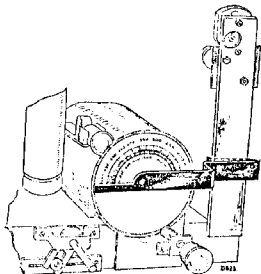

Fig. 2
1. Apparaat schakelen op kortegolf bereik, hulpafleesnaald (Fig. 2) aanbrengen, kortsluiting van R1 wegnemen.